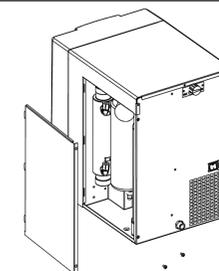

Fig. 5
1. Accedere al vano filtro (FIG. 5).
5. Per sostituire la bombola di anidride carbonica (CO2 E290 per uso alimentare), aprire il pannello laterale come da FIG. 5 togliendo le 2 viti posteriori. In caso di scarsa gasatura, dovuta alla presenza di eccessiva aria accumulata, sfiata brevemente il carbonatore tirando l'anello posto sulla valvola di sfiato in cima allo stesso (FIG. 4).